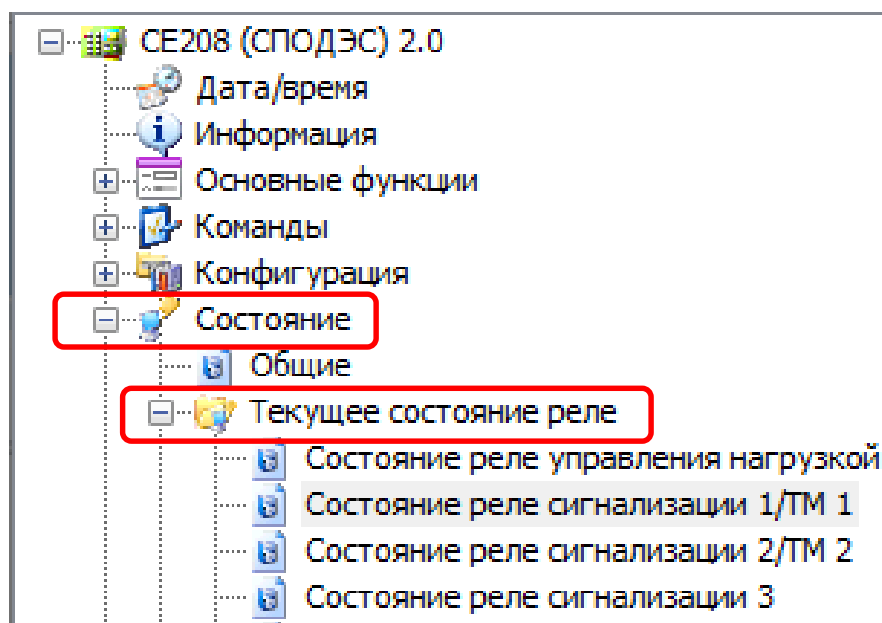

Рисунок 143 – Вкладка «Состояние→Текущее состояние реле»
6.8.4.1 Для всех реле предусмотрен параметр «Текущее состояние реле», доступный для чтения по интерфейсу в ТПО *AdminTools* в разделе «Состояние» → «Текущее состояние реле», (см. рисунок 143) и отображаемый в специальном окне на ЖКИ.